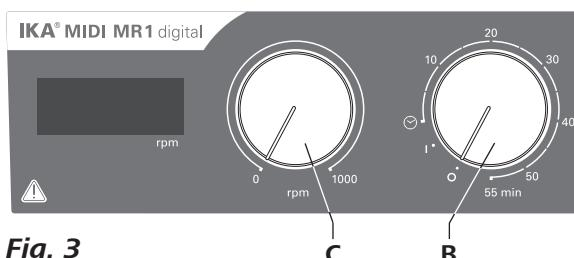

Fig. 3
- ⇒ 「オン/オフ」および「タイマー」ダイヤルノブ(B, Fig. 3参照)を時計回りに「1」の位置まで回し、本体の電源を入れます。
- ⇒ 「回転数」ダイヤルノブ(C, Fig. 3参照)を回すことにより、**MIDI MR 1 digital**は0~1000rpm、**MAXI MR 1 digital**は0~600rpmの範囲内で回転速度を設定することができます。